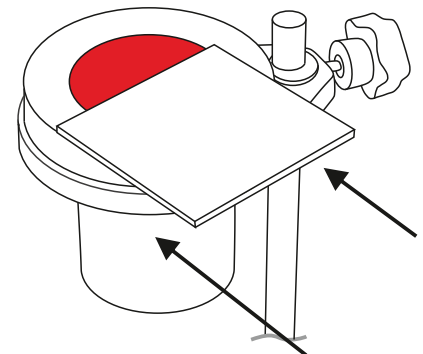

Bild 3
- 5 Schieben Sie die Glasplatte über den Rand des Bechers, um überschüssiges Probenmaterial zu entfernen. Vermeiden Sie die Bildung von Luftblasen zwischen der Glasplatte und der Flüssigkeit (Bild 3).